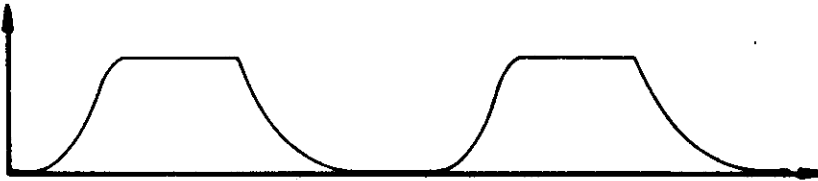

Abb. 179
- 21.1.  $C_A$ . Diese Schaltungsvariante ist notwendig, weil durch den Kondensator, der die interne Baustein-Laufzeit verlängert, keine eindeutigen Rechteckimpulse am Ausgang F erzeugt werden, wenn seine Kapazität zu groß wird (ab ca. 500  $\mu\text{F}$ ). Beim Laden und Entladen eines Kondensators mit größerer Kapazität steigt die Spannung verhältnismäßig langsam an und fällt in derselben Weise ab (Abb. 179).